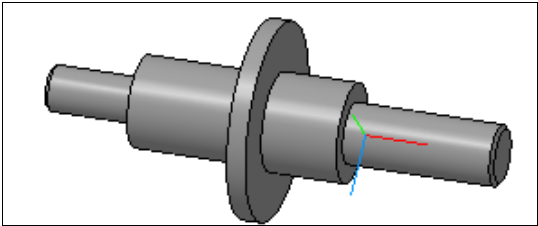

Рис. 17.17. Модель Ось
- ◆ щелкните ЛК по кнопке **Создать объект**. На клавиатуре нажмите клавишу <F9> для показа всей модели. У вас должно получиться, как на рис. 17.17. Одновременно в Дереве модели появится элемент **Операция вращения:1** со своей пиктограммой.